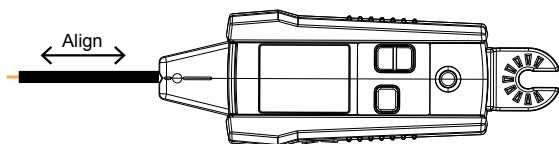

Figura 3.1f
3. Per ottenere i risultati migliori durante il rilevamento dei cavi sotto tensione, allineare la scanalatura sul sensore della punta con la direzione del cavo come mostrato (vedi figura 3.1f/g). Il segnale potrebbe non essere rilevato se non è allineato correttamente. Per verificare la direzione del cavo, ruotare periodicamente AT-6000-RE di 90 gradi. L'intensità del segnale sarà al massimo quando il cavo è allineato con la scanalatura del sensore della punta.